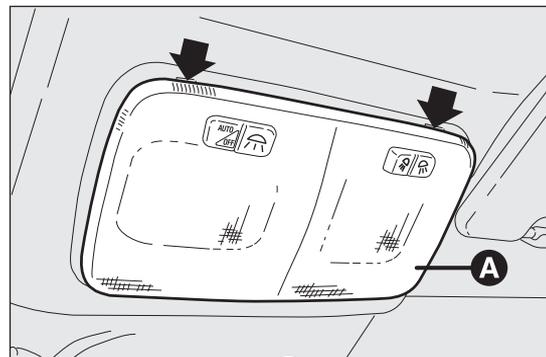
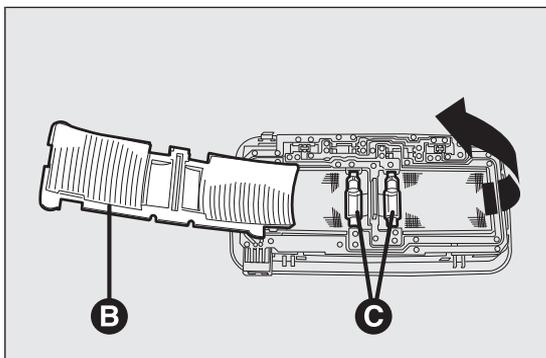

Abb. 208
Abb. 209
- Auf die von den Pfeilen angegebenen Punkte einwirken, und die Deckenleuchte A Abb. 208 entfernen;
- Die Schutzklappe B Abb. 209 öffnen;
- Die Lampen C Abb. 209 austauschen, nachdem diese von den seitlichen Kontakten gelöst wurden. Immer darauf achten, dass die neuen Lampen zwischen den Kontakten eingeklemmt sind;
- Die Klappe B Abb. 209 wieder schließen, und die Innenleuchte A Abb. 208 in ihrer Aufnahme befestigen und sicherstellen, dass die Einrastung erfolgt ist.